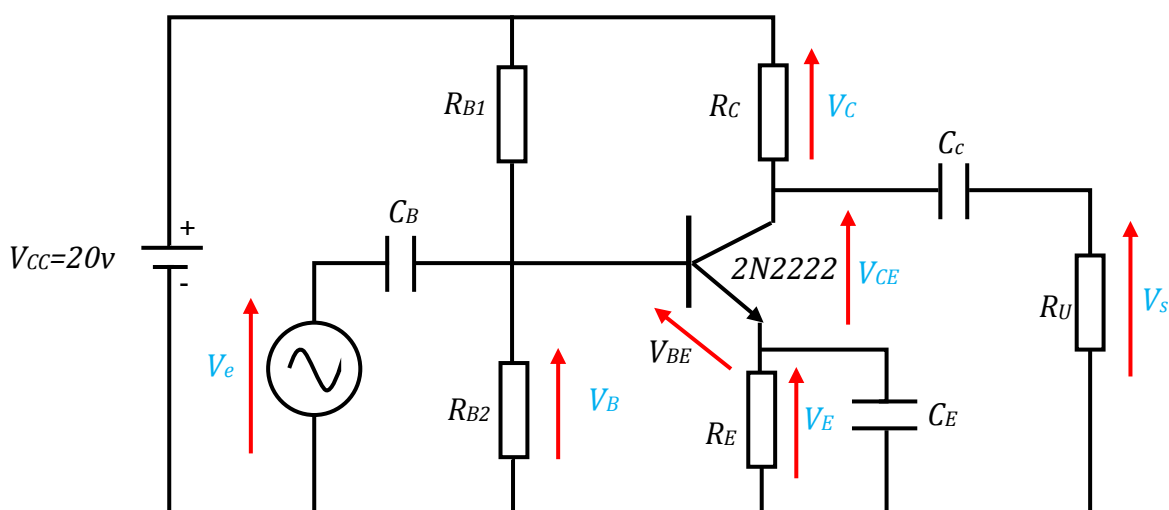

Figure. 3 : Amplificateur à émetteur commun.
- b. A l'aide d'un générateur de tension continu ; alimenter le montage amplificateur de la figure. 3.